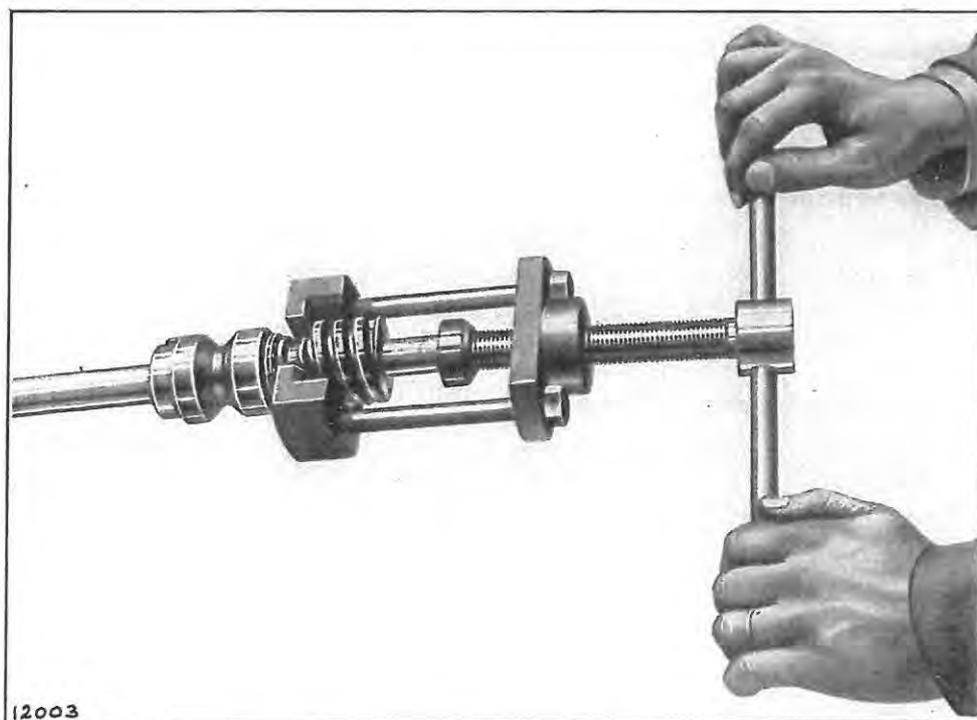

Fig. 73. — Démontage de la vis de direction.
5. **Démonter la vis de commande (Fig. 73).**